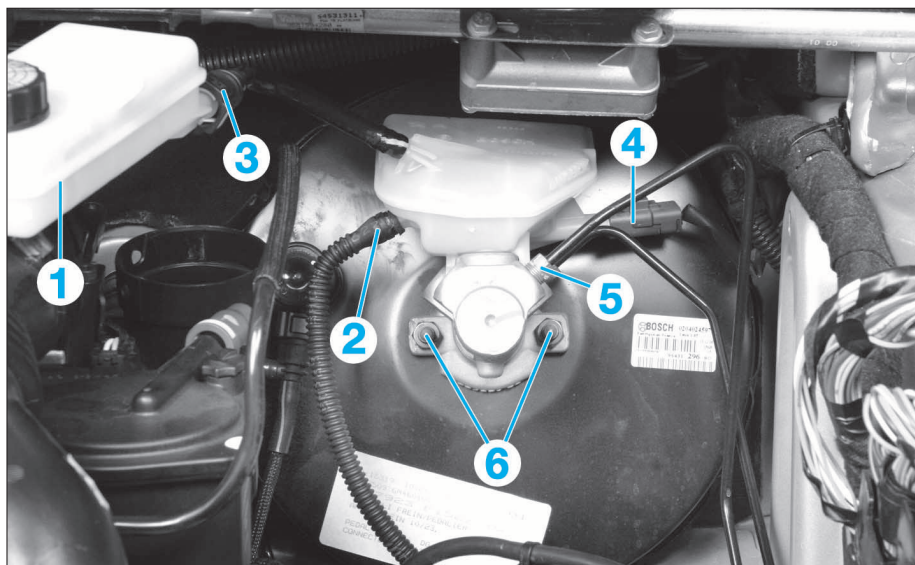

FIG. 15
- Déposer le bouchon du réservoir supérieur (1) (Fig.15).
- En débranchant le tuyau (2) d'alimentation de cylindre émetteur d'embrayage, vider le liquide de frein contenu dans les réservoirs.